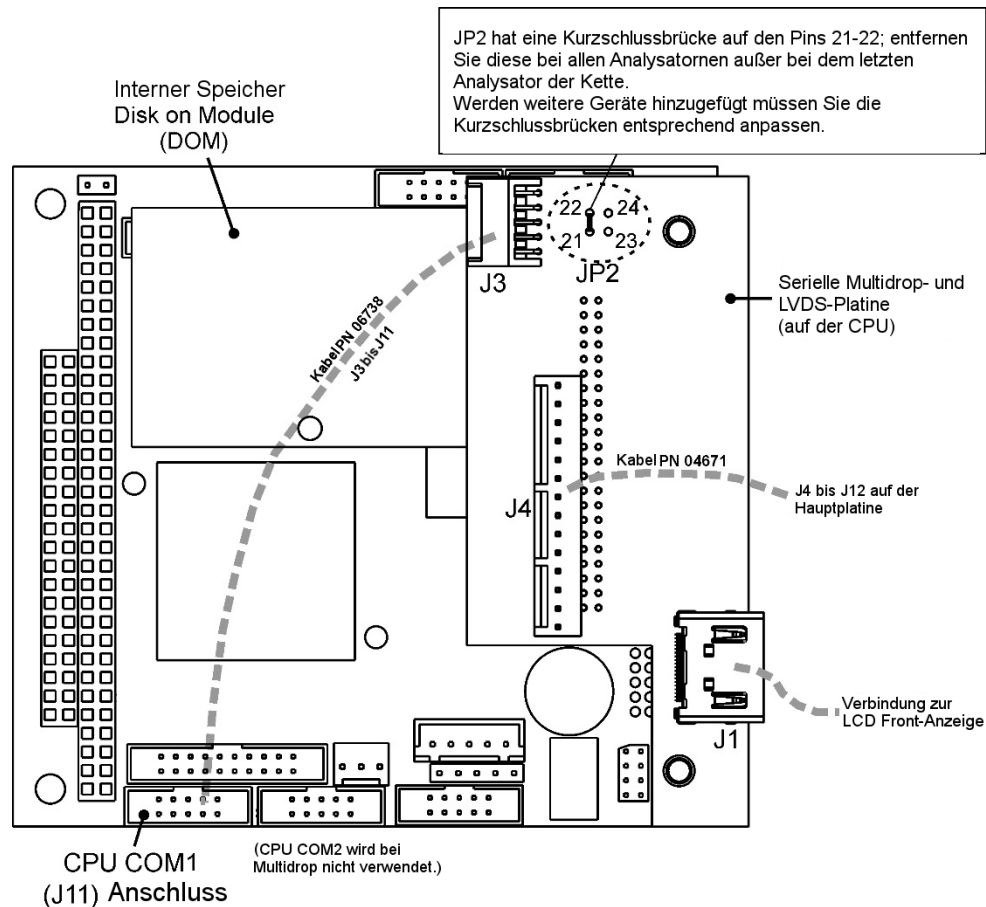

Abbildung 2-13 Kurzschlussbrücken und Kabel für den Modus Multidrop
In jedem Gerät mit der Option Multidrop gibt es eine Kurzschlussbrücke, welche zwei Kontakte verbindet (Multidrop und LVDS printed circuit assembly - PCA), wie in Abbildung 2-13 gezeigt. Diese Kurzschlussbrücke muss von allen Geräten, außer dem letzten Gerät der Multidrop-Kette, entfernt werden. Dafür muss jedes der Geräte ausgeschaltet und geöffnet werden, um folgende Veränderungen vornehmen zu können:
2. Entfernen Sie die Kurzschlussbrücke, welche auf der Multidrop/LVDS-Platine - Stecker JP2, die Kontakte 21 ↔ 22 verbindet, dargestellt in Abbildung 2-13. (Wiederholen Sie diesen Vorgang bei allen außer bei dem letzten Gerät der Kette, in welchem die Kurschlussbrücke auf den Pins 21 ↔ 22 bleiben muss.
3. Überprüfen Sie, ob die folgenden Kabelverbindungen in *allen* Geräten vorhanden sind (siehe Abbildung 2-13):